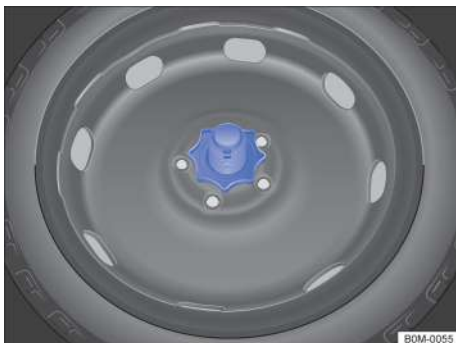

Рисунок 125. В багажнике: маховик для крепления аварийного запасного колеса;
- Отвинтите фиксирующий маховик в середине запасного колеса против часовой стрелки →Рисунок 125.
- Установите маховик на шпильку и затяните его по часовой стрелке →Рисунок 125, пока колесо не будет зафиксировано.